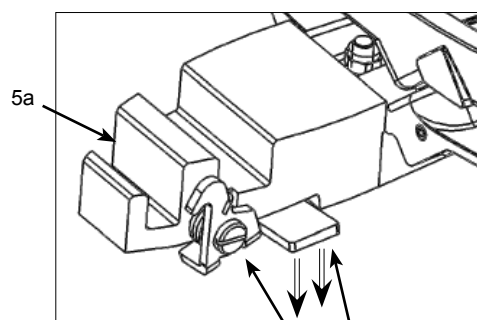

Abb. 6 / figure 6
- Zweite Torsicherung (12, Abb. 6) zuerst öffnen, Zubehör, wie z.B. Flügeltor, in vorderen Einschub (5a) einsetzen und anschließend zweite Torsicherung wieder loslassen. Zubehör einfach in den entsprechenden Einschub einsetzen.
- Open bottom bracket (12, fig. 6), insert accessories into front position (5a), e.g. barndoor, and then release the catch.